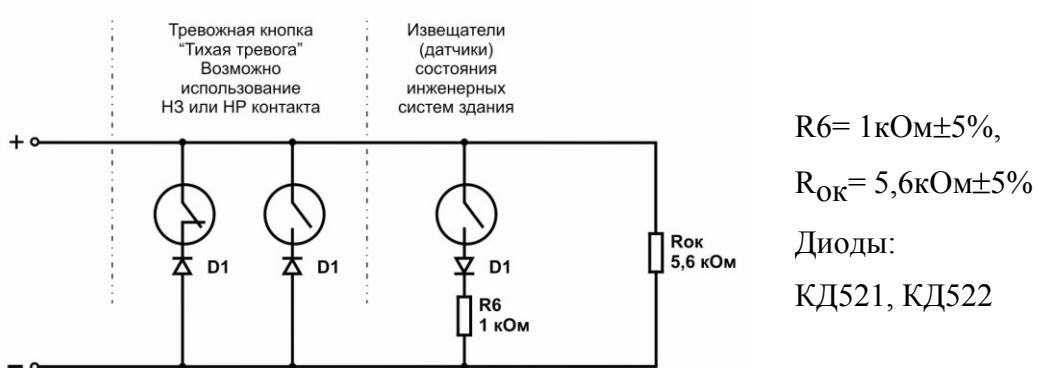

Рис.6. Схемы электрические принципиальные двух вариантов подключения охранного ШС.
5.5.7. В ШС №1 реализована тактика внедомственной охраны (функция активирована при отсутствии в памяти объектовых ключей для ШС №1). Предусмотрены задержки на вход и выход при постановке/снятии с охраны. При этом извещатель открытия двери типа СМК подключается в соответствии с рис.6а, а объемный извещатель в том же шлейфе устанавливается по схеме 24 ча-сового извещателя (рис.6а). Тактика постановки на охрану ШС №1 следующая:
В ШС с охранными извещателями (рис.6а) допускается включать только нормально разомкнутые тревожные кнопки и только в начало шлейфа.